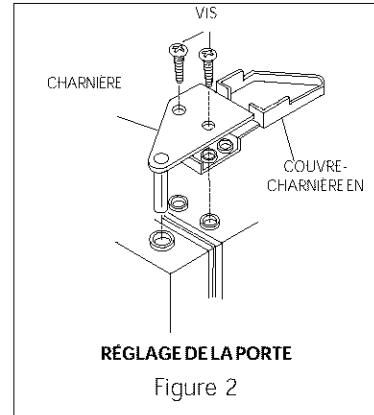

Figure 2
- En haut de la caisse, enlevez le couvre-charnière en plastique et rabattez-le (figure 2).